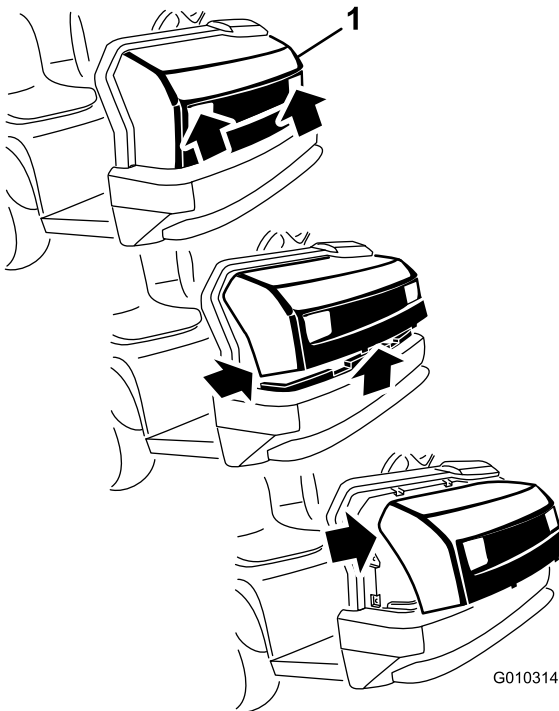

Figura 33
1. Sujete el capó por los orificios de los faros y levántelo para poder liberar las pestañas de montaje inferiores de las ranuras del bastidor (Figura 33).
2. Gire hacia arriba la parte inferior del capó hasta que pueda retirar las pestañas de montaje superiores de las ranuras del bastidor (Figura 33).
3. Gire hacia adelante la parte superior del capó y desenchufe los conectores de los cables de los faros (Figura 33).